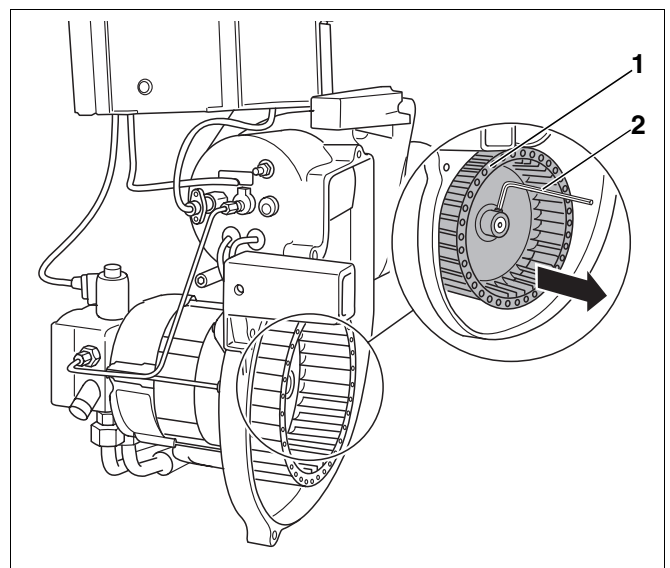

Abb. 30 Gebläserad prüfen, ggf. reinigen
- Gebläserad (Abb. 30, **Pos. 1**) mit einem Innensechskantschlüssel (Abb. 30, **Pos. 2**) lösen und von der Welle ziehen.
- Gebläserad (Abb. 30, **Pos. 1**) wieder montieren.